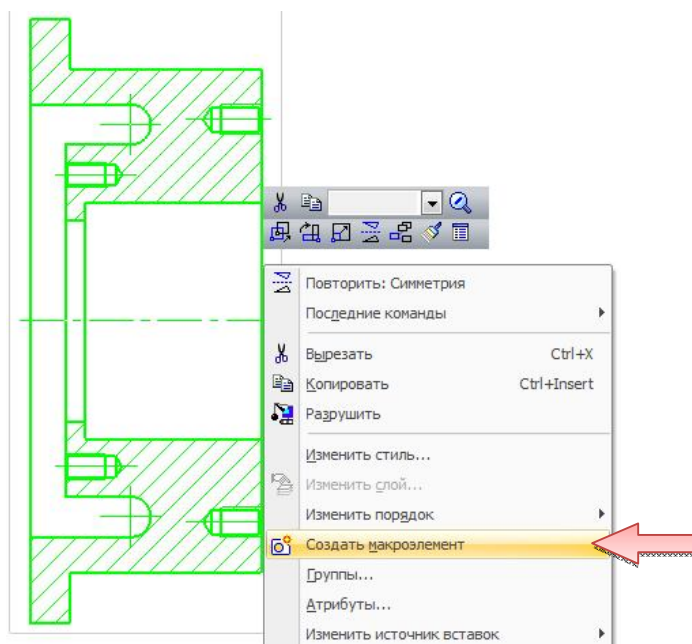

Рис. 2.13. Создание макроэлемента
- Из контекстного меню (правая кнопка мыши) выполните команду «Создать макроэлемент» [8] (рис. 2.13).
- Из контекстного меню (правая кнопка мыши) выполните команду «Создать макроэлемент» (см. рис. 2.13).